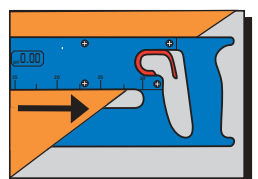

Abb. 5
- Drücke die Rand der Meßöffnung vom Instrument nicht gegen der Rand des Siebes oder Filzes (Abb. 5). Unregelmäßige Ränder könnten das Instrument aus den Händen schlagen.
3. Öffne die Meßfüße durch ziehen des Ziehers (Nr. 10) und schiebe das Instrument über dem Sieb oder Filz. Achte darauf daß das Ende der Meßöffnung (bei der 30 cm Markierung) der Sieb- oder Filzrand nicht berührt (Abb. 5)!